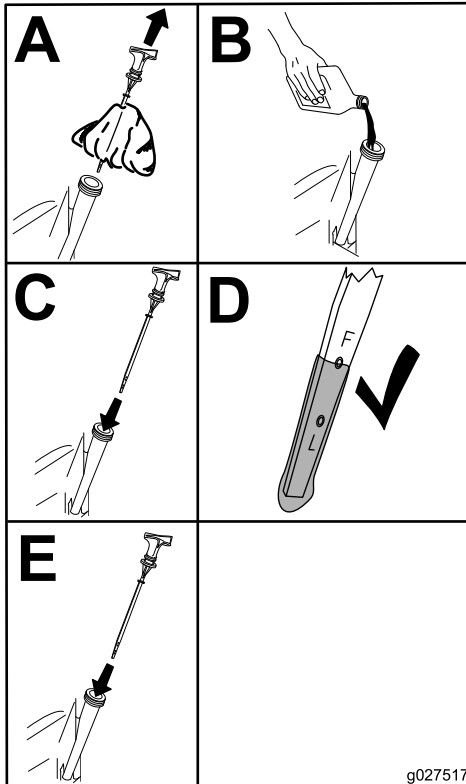

Figura 25
- Vierta lentamente un 80% aproximadamente de la cantidad especificada de aceite por el tubo de llenado (Figura 25).